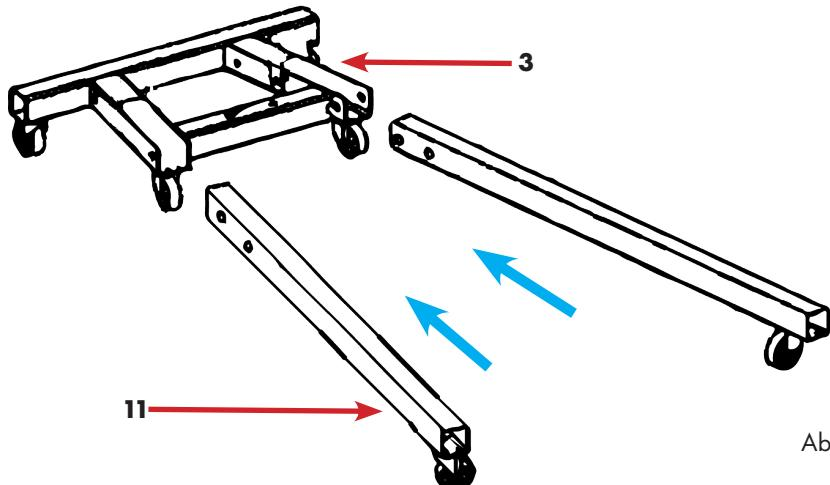

Abb.9
- Schieben Sie je ein Stützbein in die jeweilige Aufnahme des π -Trägers bis zum Anschlag, Abb.9.
Legende Abbildung 9 und 10 (siehe auch ab Seite 15, Abbildung 2 und Tabelle 1)